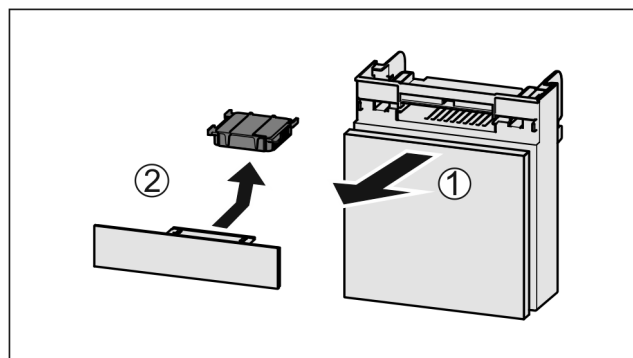

Fig. 261
- Extraire le compartiment par l'avant Fig. 261 (1).
- Sortir le filtre à charbon actif Fig. 261 (2).